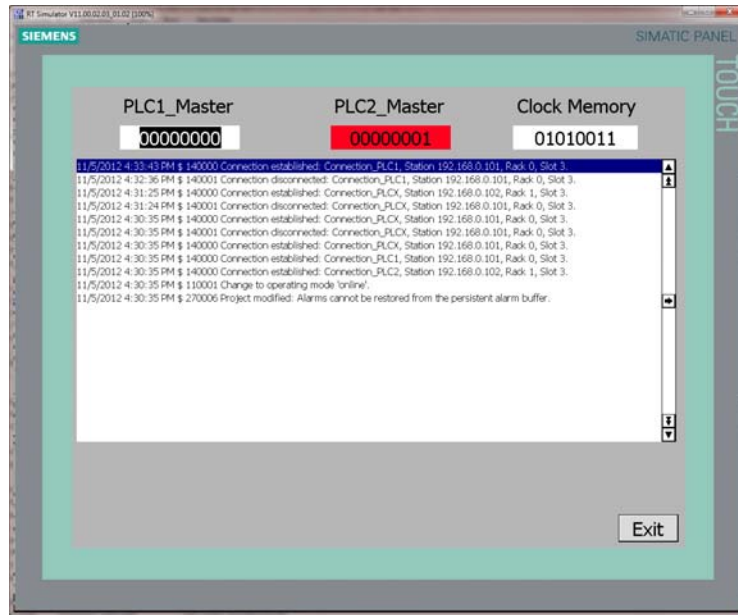

图 15
(C) 手动运行 PLC_1，变量 PLC1_Master 变为 0，变量 PLC2_Master 仍为 1，均不会触发系统函数 ChangeConnection，连接 Connection_PLCX 依然指向 PLC2，如图 15 所示。